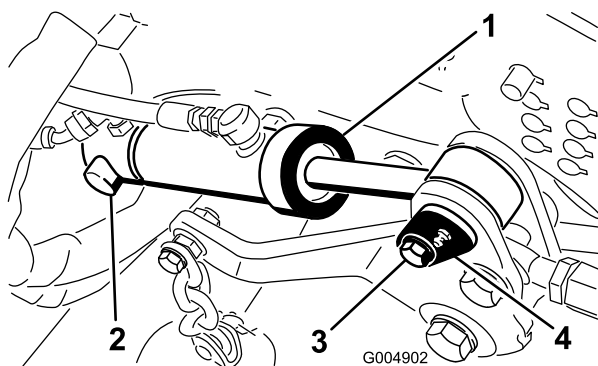

Figura 89
45. Instale el extremo trasero del cilindro de elevación de la carcasa sobre el pasador de giro y sujételo con el anillo de retención (Figura 89).
46. Sujete el extremo delantero del cilindro de elevación al bastidor del cortacésped con el pasador del cilindro y el tornillo (Figura 89).